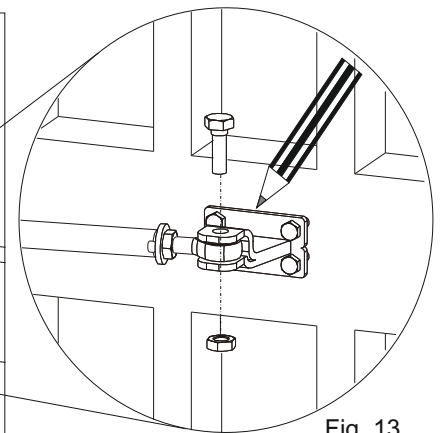

Fig. 13
- 3) Marcar la posición del soporte delantero (fig 13.)